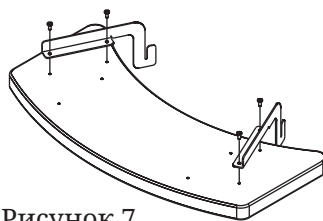

Рисунок 7
7. К каждой столешнице в крайние отверстия прикрепите саморезами по два кронштейна (левый, правый) (см. рисунок 7).